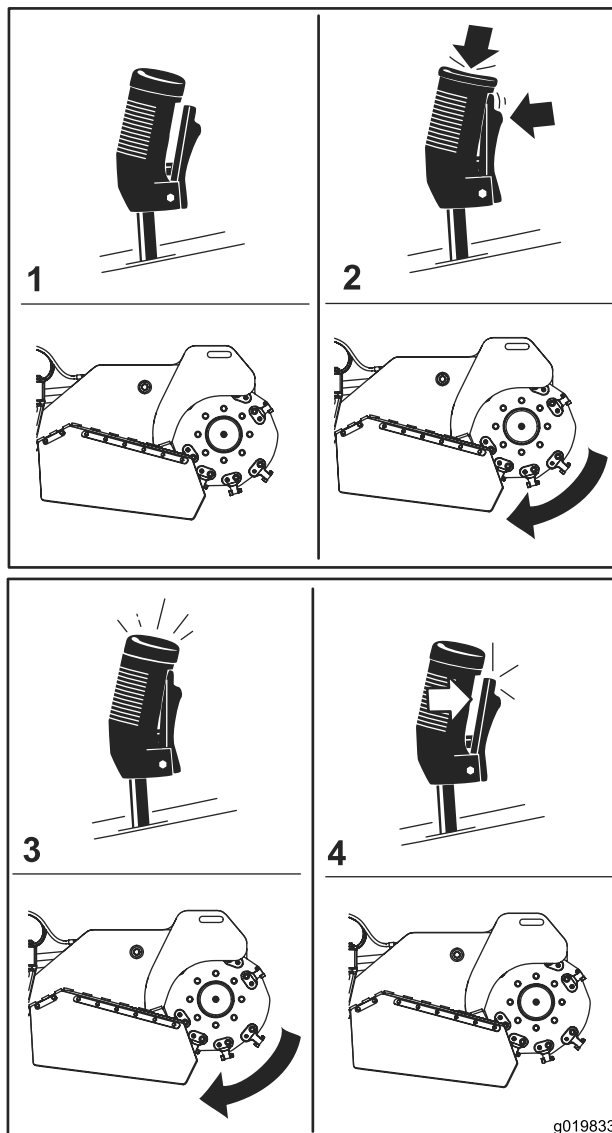

Figure 12
- Pour démarrer la rogneuse de souches (Figure 12), serrez la gâchette et appuyez sur le bouton rouge au sommet du levier. Vous pouvez relâcher le bouton rouge lorsque la rogneuse démarre.
- Pour arrêter la rogneuse (Figure 12), relâchez la gâchette pendant plus d'une demie seconde.